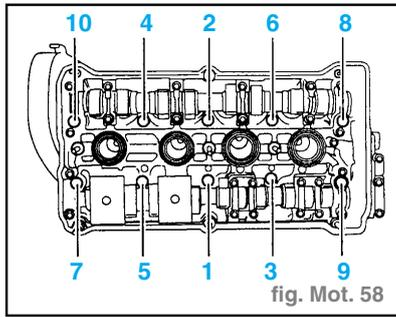

fig. Mot. 58
- Serrer les boulons de culasse dans l'ordre indiqué, en procédant comme suit (fig. Mot. 58) :